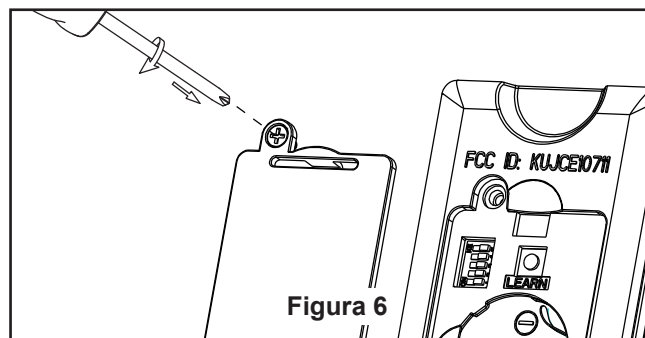

Figura 6
5. El receptor tiene una antena Wifi que puede utilizarse si sufre problemas de rango. (Figura 6)
6. Asegure el tapa de acero en la cubierta del cable del kit de iluminación girándolo en el sentido de las agujas del reloj y sin apretar demasiado. (Figura 6)
8. Vuelva a colocar la cubierta de la batería en el mando a distancia con un tornillo retirados previamente. (Figura 6)